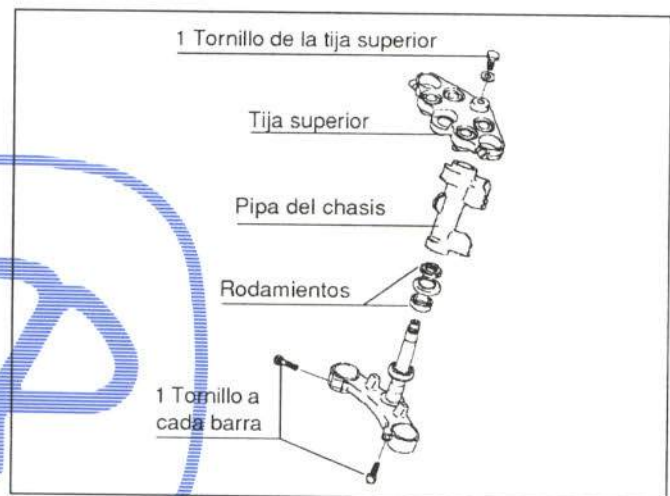

Figura 27.- Unión de la tija inferior
Va unida al chasis de la forma indicada en la figura 27.
- Desmontar la tija inferior (figura 27)